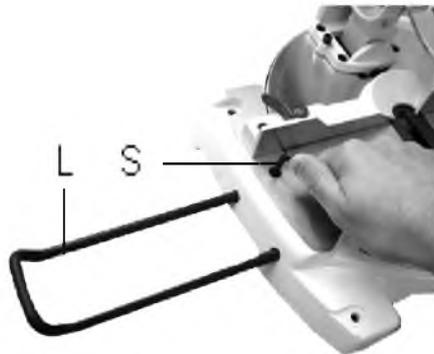

Рис. 4
- Винтами (S, Рис. 4) зафиксируйте удлинение стола (L) на месте.